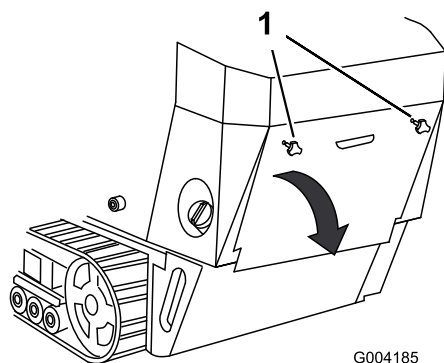

Figura 29
1. Desenrosque los 2 pomos que fijan la tapa de acceso trasera a la máquina (Figura 29).
2. Baje la tapa de acceso trasera y retírela para tener acceso a los componentes internos (Figura 29).